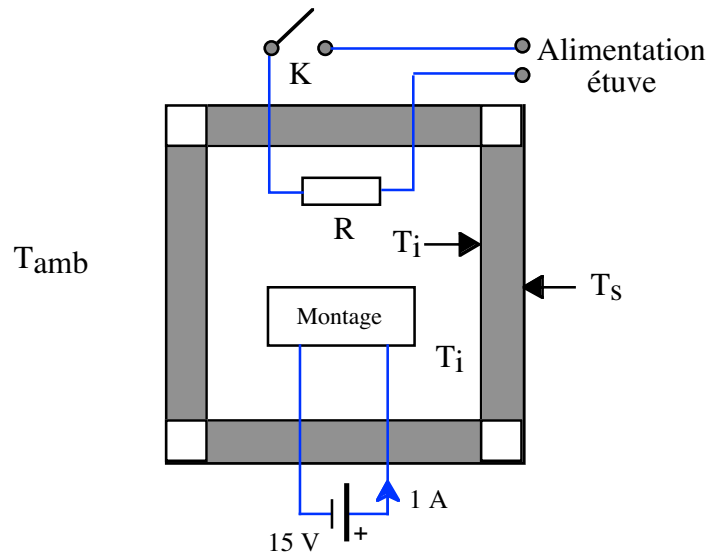
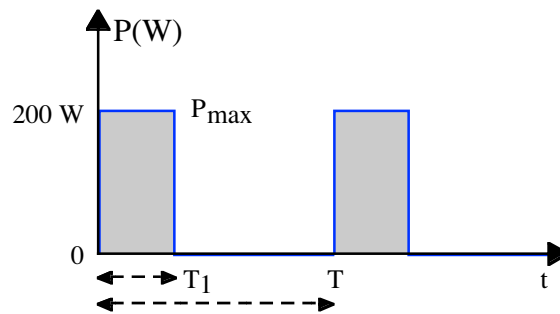

Figure 3
Figure 4
On veut tester le montage électronique soumis à une température T_i de $120\text{ }^\circ\text{C}$ en régime permanent. A cet effet, l'étuve est munie d'une résistance R alimentée par l'intermédiaire d'un interrupteur K (figure 3). Dans ces conditions, le graphe de la puissance P dissipée par la résistance R en fonction du temps est donné en figure 4. On donne $P_{\max} = 200\text{ W}$ lorsque K est fermé.
- 7 À l'aide de la figure 4, calculer l'expression de la puissance moyenne P_{moy} dissipée par la résistance R .